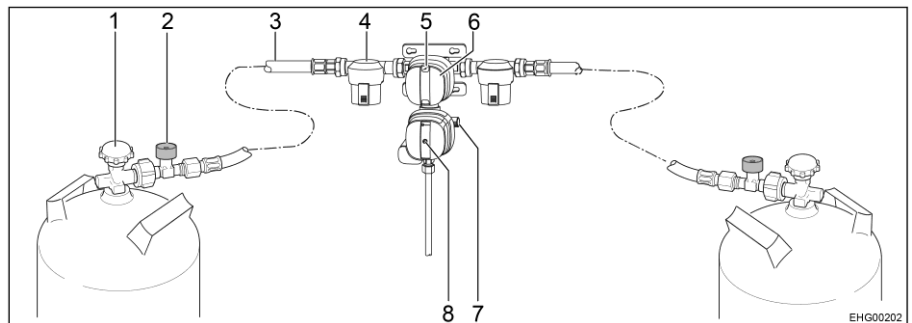

Bild 133 Sicherheitsgasdruck-Regelanlage DuoControl CS
Die DuoControl-Regelanlage besteht aus einem Umschaltventil und dem Crashsensor. Die DuoControl-Regelanlage ist zwischen den Hochdruckschläuchen (Bild 133,3) mit Schlauchbruchsicherung (Bild 133,2) montiert. Mit dem Drehknopf (Bild 133,6) am Umschaltventil kann bestimmt werden, welche der Gasflaschen als Betriebsflasche und welche als Reserveflasche verwendet wird.
Am Sichtfenster (Bild 133,5) wird der Status der Gasversorgung angezeigt:
Der Crashsensor sperrt die Gaszufuhr bei erheblicher Erschütterung (z. B. Unfall) ab. An der Stellung des gelben Resetknopfs (Bild 133,8) lässt sich der Betriebszustand des Crashsensors erkennen:
- Wenn der gelbe Resetknopf (Bild 133,8) hineingedrückt ist, ist der Crashsensor betriebsbereit.
- Wenn der gelbe Resetknopf (Bild 133,8) hervorsteht, ist der Crashsensor **nicht** betriebsbereit. Inbetriebnahme siehe unten.
Schlauchbruchsicherung Die Schlauchbruchsicherung (Bild 133,2) sperrt den Gasfluss, wenn der angeschlossene Schlauch bricht. Die Schlauchbruchsicherung muss durch Drücken der grünen Taste aktiviert werden.
- Mit dem Drehknopf (Bild 133,6) am Umschaltventil die Gasflaschewählen, der vorrangig das Gas entnommen werden soll (Betriebsflasche). Den Drehknopf immer bis zum Anschlag drehen.
- Haupt-Absperrventile (Bild 133,1) an den Gasflaschen öffnen.
- Grüne Taste der Schlauchbruchsicherung (Bild 133,2) ca. 5 Sekunden lang drücken. Am Sichtfenster (Bild 133,5) wird die grüne Markierung angezeigt.
- Wenn der Crashsensor ausgelöst hat (der gelbe Resetknopf (Bild 133,8) steht hervor):
Gelben Resetknopf (Bild 133,8) kräftig hineindrücken, leicht im Uhrzeigersinn drehen und 5 Sekunden lang gedrückt halten. Sicherstellen, dass der Resetknopf in der gedrückten Stellung ("betriebsbereit") bleibt. Wenn es nicht möglich ist, die Anlage wie beschrieben zurücksetzen: Torx-Einsatz T20 an der beiliegenden Schraubhilfe zur Unterstützung der Drehbewegung nutzen.
- Haupt-Absperrventile (Bild 133,1) an den Gasflaschen schließen.
Wenn die grüne Kontroll-Leuchte (Bild 134,6) während des Betriebs erlischt und die rote Kontroll-Leuchte (Bild 134,5) aufleuchtet, ist die Betriebsflasche leer und muss gewechselt werden. Am Sichtfenster (Bild 133,5) der zugehörigen Gasflasche wird die rote Markierung angezeigt. Die Reserveflasche versorgt die Gasverbraucher weiterhin mit Gas.
- Drehknopf (Bild 133,6) bis zum Anschlag in Richtung der aktuell verwendeten Gasflasche drehen. Damit ist diese Gasflasche jetzt die Betriebsflasche, die leere Gasflasche wird zur Reserveflasche. Die Markierung im Sichtfenster (Bild 133,5) wechselt von rot auf grün.
- Haupt-Absperrventil (Bild 133,1) an der leeren Gasflasche schließen. Pfeilrichtung beachten.
- Grüne Taste der Schlauchbruchsicherung (Bild 133,2) drücken.